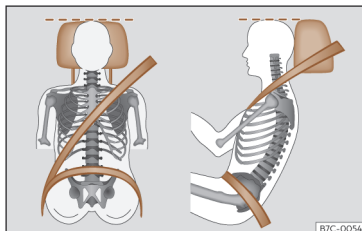

Fig. 14 Banda del cinturón y apoyacabezas ajustados correctamente.
- Ajuste el apoyacabezas¹⁾ de modo que el borde superior quede, en la medida de lo posible, a la altura de la parte superior de la cabeza, en ningún caso por debajo de los ojos. Mantenga la nuca lo más cerca posible del apoyacabezas»» fig. 14.